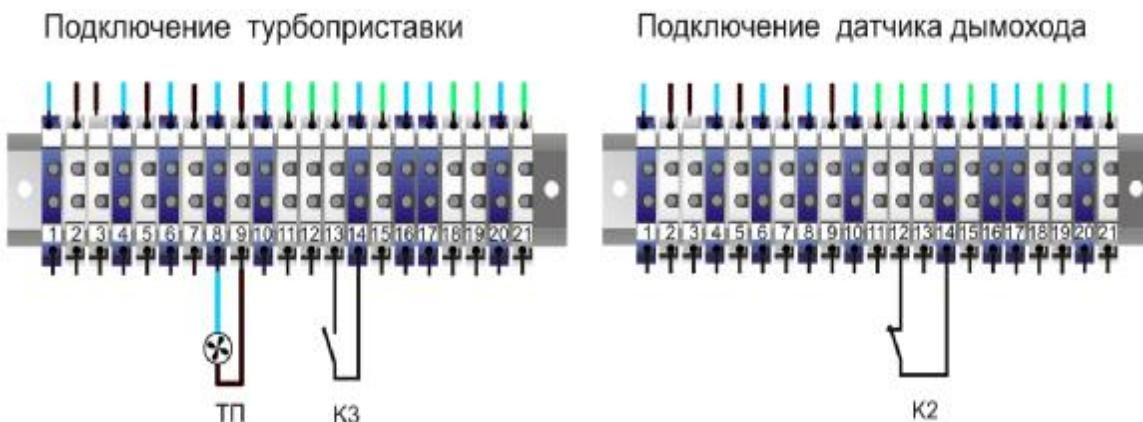

Рис.10. Схема подключения турбоприставки
- отключить датчик дымохода K2 от клемной колодки как указано на схеме рис. 10;
- подключить вентилятор - ТП и реле воздушного давления - КЗ турбоприставки к контактам клемной колодки как указано на рис.10;